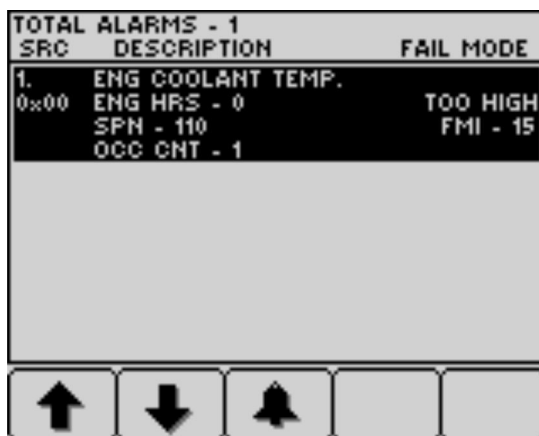

Рисунок 35
- Для просмотра списка действующих неисправностей нажимайте кнопки 1–5 (Рисунок 35).
4. Для просмотра списка действующих неисправностей нажимайте кнопки 1–5; см. Рисунок 35 в разделе Информационные сообщения по двигателю (страница 40).